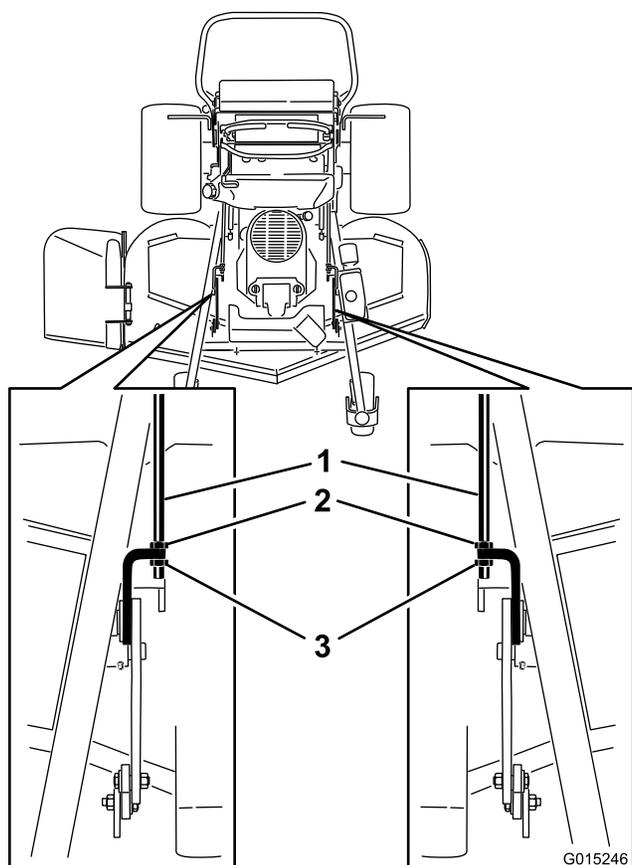

Figure 94
2. Pour les tabliers de coupe de 122 et 132 cm (48 et 52 pouces), desserrez les deux écrous avant et arrière sur les tiges de réglage (Figure 94).
4. Le tablier de coupe doit reposer entièrement sur les trois cales de 2x4 (Figure 94). Le bord arrière du tablier est plus bas de 6 mm (1/4 po) que le bord avant.
8. Si les dimensions ne sont correctes, réglez les écrous avant et arrière de chaque côté pour obtenir l'inclinaison longitudinale correcte (Figure 94).